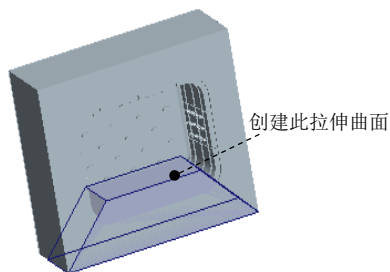
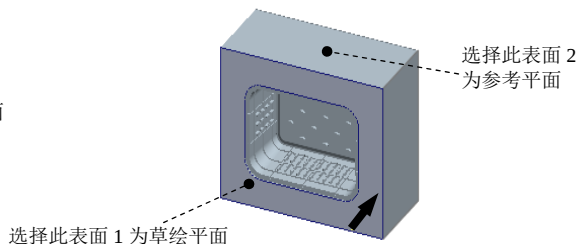

图 16.15 创建拉伸曲面 1
图 16.16 定义草绘平面
(1) 在模型树界面中选择 **树过滤器(F)...** 命令。
(2) 在系统弹出的“模型树项”对话框中选中 ☒ **特征** 复选框, 然后单击 **确定** 按钮。
(3) 在模型树中选中  `CASE_MOLD_REF.PRT`、 `WP.PRT`、 聚集 标识41 [`MOLD_VOL_1 - 模具体积块`] 和  分割 标识5259 [`LOWER_VOL - 模具体积块`] 并右击, 从系统弹出的快捷菜单中选择 **遮蔽** 命令。
Step4. 通过拉伸的方法创建图 16.15 所示的拉伸曲面 1。
(1) 单击 **分型面** 功能选项卡 **形状** 区域中的 **拉伸** 按钮, 此时系统弹出“拉伸”操控板。
(2) 定义草绘截面放置属性。右击, 从系统弹出的菜单中选择 **定义内部草绘...** 命令; 在系统  **选择一个平面或曲面以定义草绘平面。** 的提示下, 选取图 16.16 所示的表面 1 为草绘平面, 接受系统默认的草绘视图方向, 然后选取图 16.16 所示的表面 2 为参考平面, 方向为 **上**。然后单击 **草绘** 按钮。